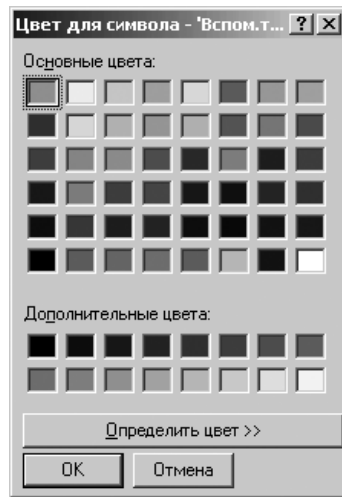

Рис. 9.23. Диалоговое окно для выбора **Цвета для системного символа**
- щелкните на панели **Цвета системных символов** по кнопке с его названием. Откроется диалоговое окно выбора цвета указанного системного символа (рис. 9.23).
Кнопка **Цвет** предназначена для вызова диалогового окна **Цвет для активного фантома** для выбора цвета линий фантома, аналогичного см. рис. 9.23. Чтобы цвет отрисовки линий фантома совпадал с цветом имитируемого объекта, включите опцию (флажок) **По объекту**.
- кнопка **Цвет** вызывает диалоговое окно **Выбор цвета ограничений** для выбора цвета отображения значков, показывающих ограничения, аналогично рис. 9.23;
Раздел **Степени свободы** содержит лишь кнопку **Цвет**. Она вызывает диалоговое окно **Выбор цвета степени свободы** для выбора цвета отображения значков, показывающих степень свободы, аналогичного рис. 9.23.